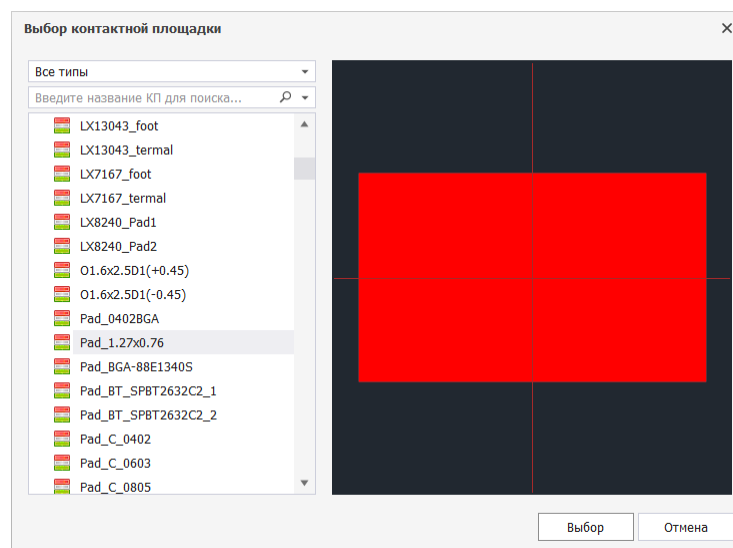

Рис. 93 Окно «Выбор контактной площадки»
2. Выбрать контактную площадку в окне «Выбор контактной площадки» и нажать «Выбор», см. Рис. 93.